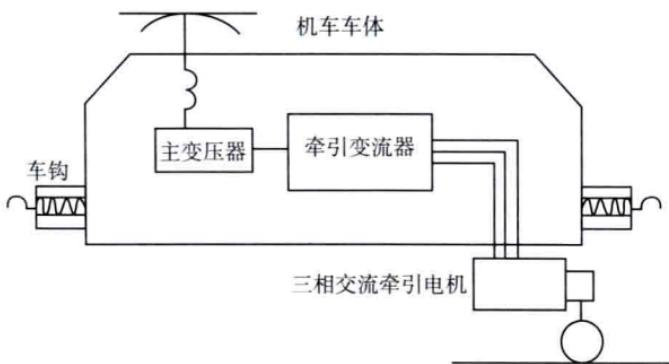

图 1-6 HXD2B 型电力机车基本结构 6
6. 机车车体：主变压器与牵引变流柜和受电弓等设备安放在机车车体上。如图 1-6 所示。